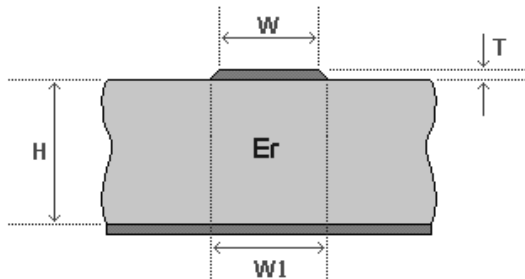

図 1 - サーフェイス・マイクロストリップ
- 1) サーフェイス・マイクロストリップ (図 1 参照)